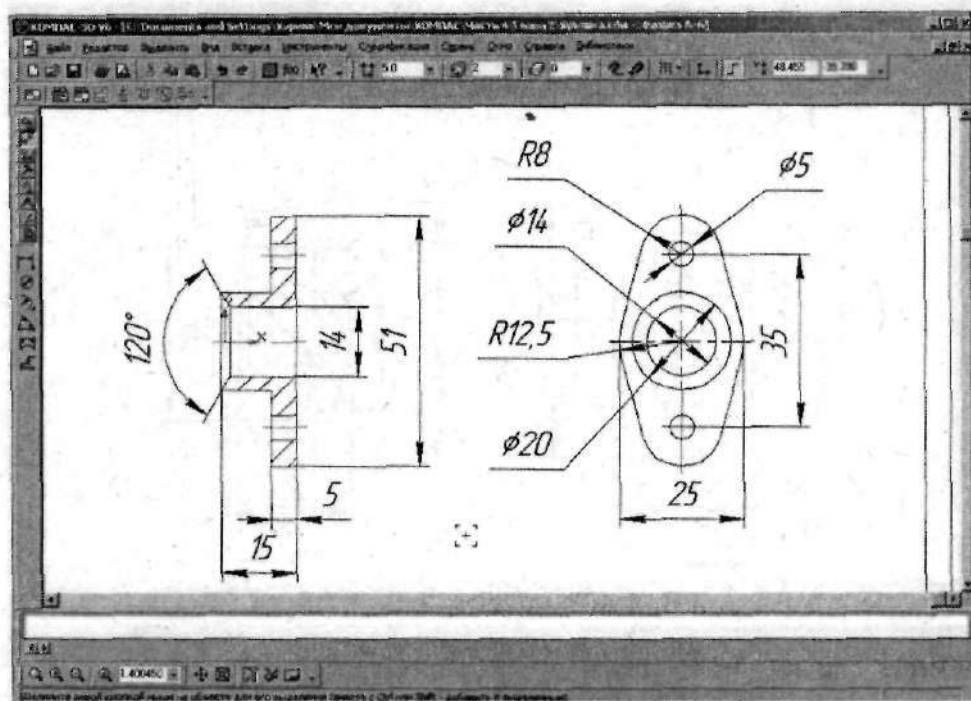

Рис. 4.23. Размерные линии проставлены
14. Простановка углового размера аналогична нанесению линейного — выберите стороны угла и разместите размерную надпись (рис. 4.23).